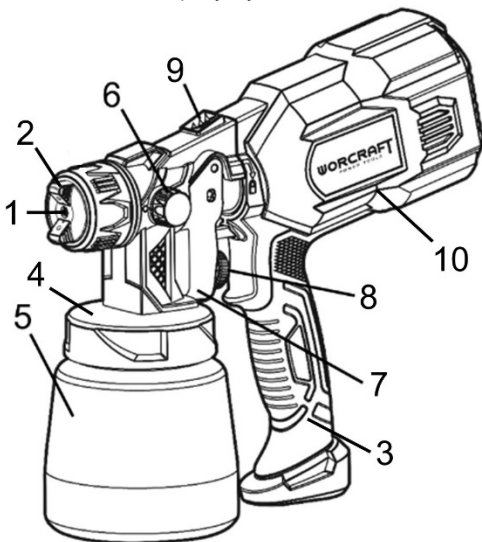
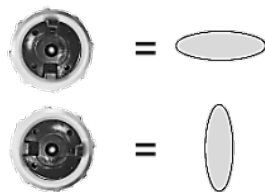

Рисунок 1
Рисунок 2
Приєднайте головку розпилення до корпусу електродвигуна (10, рисунок 1), вирівнявши проріз у головці з відповідним виступом у корпусі. Поверніть головку розпилення відносно корпусу за годинниковою стрілкою до упору. Впевніться, що головка надійно зафіксована.
Для від'єднання головки розпилення необхідно спочатку натиснути кнопку її розблокування (9, рисунок 1) і одночасно повернути головку проти годинникової стрілки та витягнути її з посадкового місця.
**УВАГА! Перед початком робіт з виробом переконайтеся, що головка розпилення надійно зафіксована в корпусі, а контейнер для фарби (5, рисунок 1) герметично закритий кришкою (4, рисунок 1).**
4.3 Наповніть контейнер (5, рисунок 1) робочим матеріалом та закрітіть кришкою (4, рисунок 1).
4.4 Для увімкнення виробу натисніть на пускову клавішу (7, рисунок 1) та за допомогою регулятора (8, рисунок 1) налаштуйте потрібний рівень інтенсивності розпилення. Щоразу, при натисканні пускової клавіші, рівень інтенсивності розпилення буде відповідати обраному.
4.5 За допомогою регулятора форми факела (6, рисунок 1) оберіть необхідну (круглу або еліптичну).
4.6 За допомогою регулятора (2, рисунок 1) оберіть необхідну просторову орієнтацію факела розпилення (вертикальну або горизонтальну) (дивіться рисунок 2).